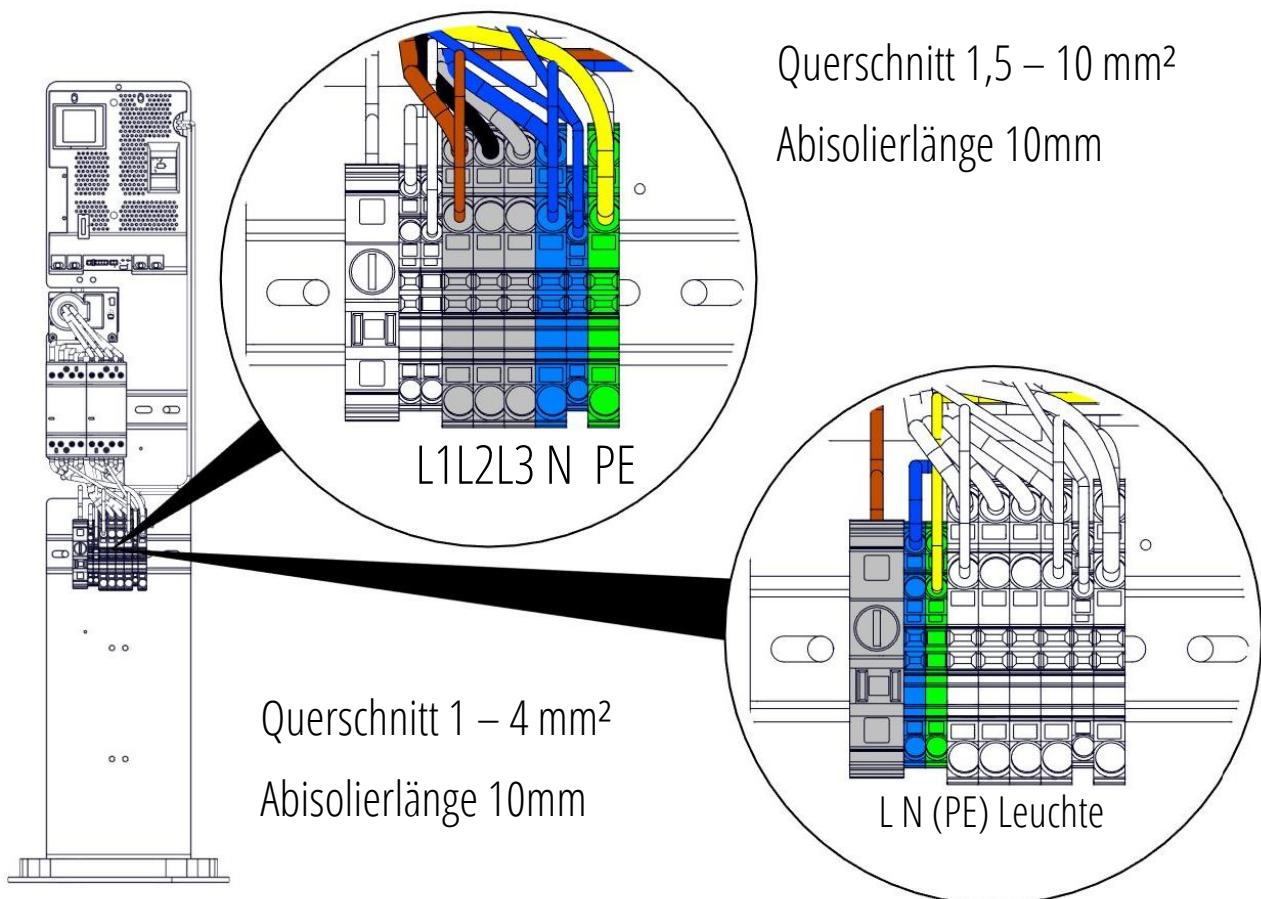

Abbildung 3 Anschlussposition der Zuleitung
2. Die Zuleitung der Laderegelung gemäß Abbildung 3 anschließen und diese anschließend mittels Kabelverschraubung zugentlasten und abdichten.
3. Die Zuleitung der Leuchte gemäß Abbildung 3 anschließen und diese anschließend mittels Kabelverschraubung zugentlasten und abdichten.